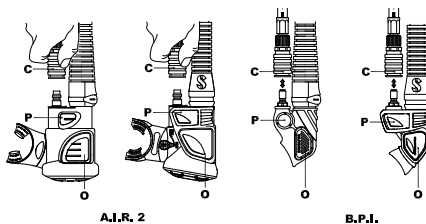

bild 6
Fäst snabbbortkopplingsanordningen (bild 6 - C) så här:
Blås upp dykvästen genom att trycka på inflatorventilknappen (bild 6-P). Dykvästen ska nu fyllas med luft. Du får bättre kontroll under uppblåsningen om du använder korta luftströmmar genom att trycka och släppa upp PIV-knappen.
2. Fortsätt utandningen, samtidigt som du trycker ner knappen för muninflatorventilen (bild 6 - O).